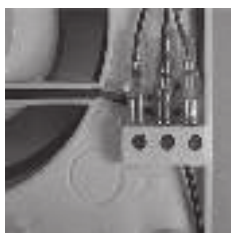

рис.1
1. Подключить фазный провод через выключатель на клемму L вентилятора (рис. 1).